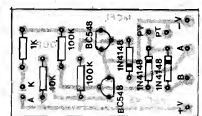

Fig.10
- FIG. 10 - CHAPEADO DO MOFI - Pontos que precisam de mais atenção: posicionamento dos dois BC548, cada um deles com o lado "chato" voltado para uma direção diferente; colocação dos três dio-